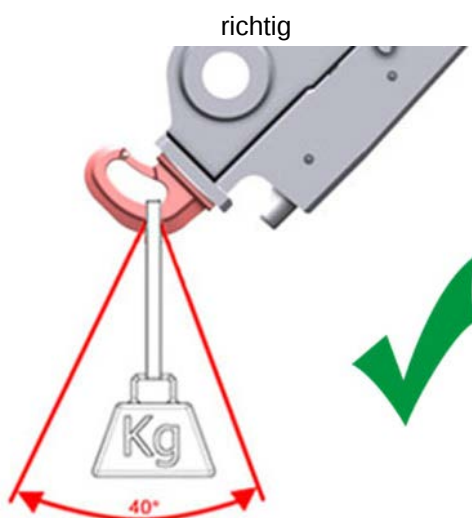

Abbildung 118: Hebereich
- Der Lasthaken darf nur innerhalb seines **Hebereichs** belastet werden (siehe Abbildung 118).